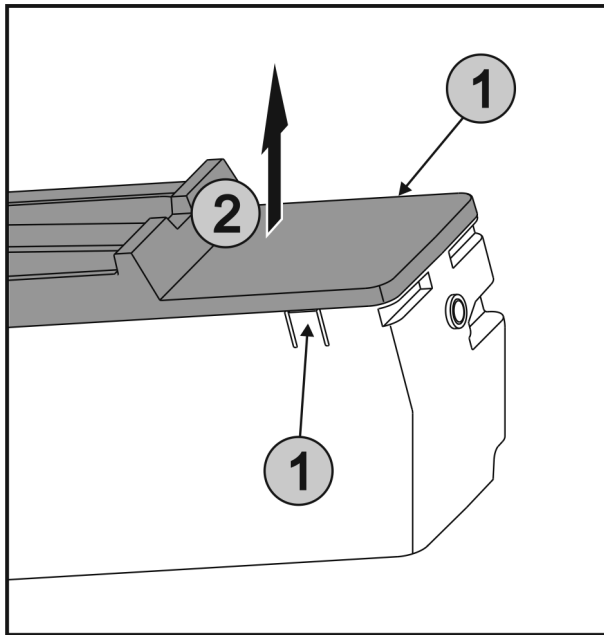

Fig. 74
- ▶ Appuyer simultanément sur les languettes Fig. 74 (1) des deux côtés de l'EasyTwist-Ice et retirer le couvercle Fig. 74 (2) vers le haut.